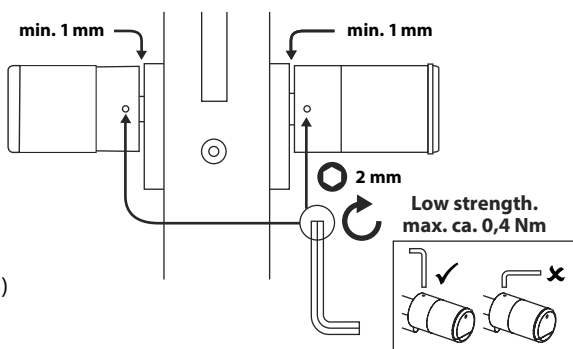

Fig. 10
- ⑦ Riavvitare gli spinotti filettati nelle due manopole (Fig. 10).